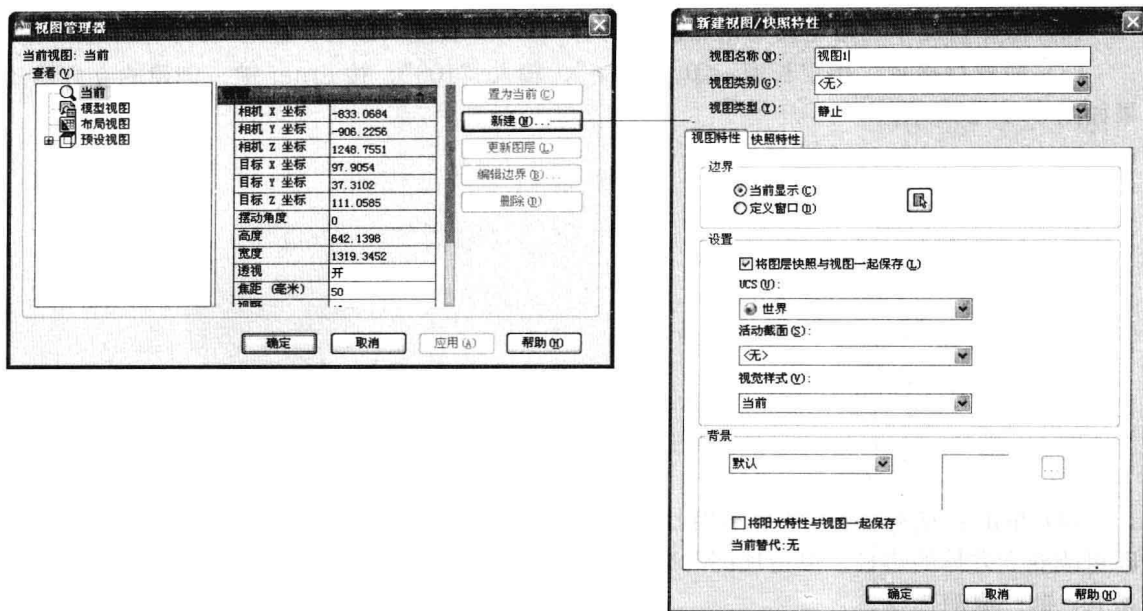
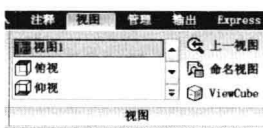

图 8-1-14
图 8-1-15
(2) 在“视图”面板中单击“命名视图”，打开“视图管理器”，单击“新建视图”按钮，打开“新建视图/快照特性”对话框，输入视图名称“视图1”，视图边界选择“当前显示”，即使用当前的显示作为新视图，单击“确定”按钮，如图8-1-14所示。
(4) 在“导航”面板中单击“动态观察”按钮，调节模型的观察角度，按Enter键结束操作。
(5) 在“视图”面板中单击“视图1”，如图8-1-15所示，视口即可启用该名称的视图来观察模型。